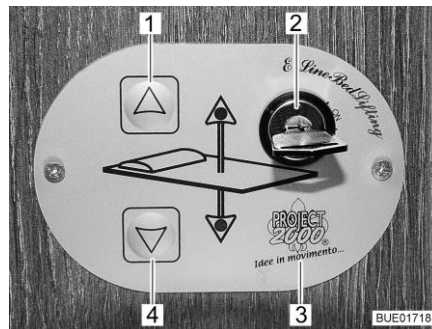

Fig. 147 Elemento di regolazione
È possibile abbassare o alzare il letto basculante tramite i tasti (Fig. 147,1 e 4) presenti sull'elemento di regolazione (Fig. 147,3). L'elemento di regolazione viene bloccato tramite l'interruttore a chiave (Fig. 147,2) per evitarne l'utilizzo accidentale.
- Ruotare la chiave dell'interruttore a chiave (Fig. 147,2) di 90° in senso orario, fino a raggiungere la posizione "On". L'elemento di regolazione (Fig. 147,3) è attivato.
- Premere il tasto freccia (Fig. 147,4) e tenerlo premuto fino a quando il letto basculante raggiunge la posizione desiderata in basso.
- Premere il tasto freccia (Fig. 147,1) e tenerlo premuto fino a quando il letto basculante raggiunge la posizione finale in alto.
Se non si riesce più a spostare il letto basculante con i tasti freccia (Fig. 147,1 e 4), controllare per prima cosa i fusibili (vedi paragrafo 9.10.1). Se i fusibili sono a posto e ciononostante non si riesce a spostare il letto basculante, è possibile muoverlo manualmente.